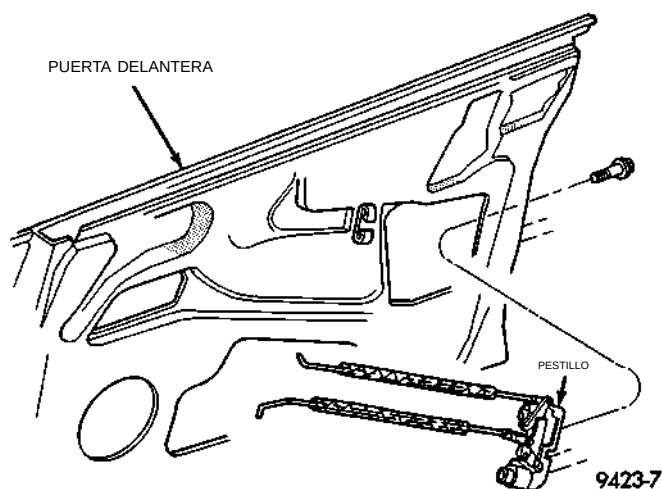

Fig. 27 Pestillo de la puerta delantera
- (1) Retire el panel tapizado de la puerta y el protector contra el agua.
- (2) Cierre el cristal de la puerta.
- (3) Desconecte las varillas de bloqueo y del pestillo de la puerta (Fig. 27).
- (4) Desacople el conector del cable del motor de cerradura automática de puerta, si el vehículo lo tiene instalado.
- (5) Retire los tornillos que fijan el pestillo al marco del extremo de la puerta.
- (6) Separe el pestillo de la puerta del vehículo.